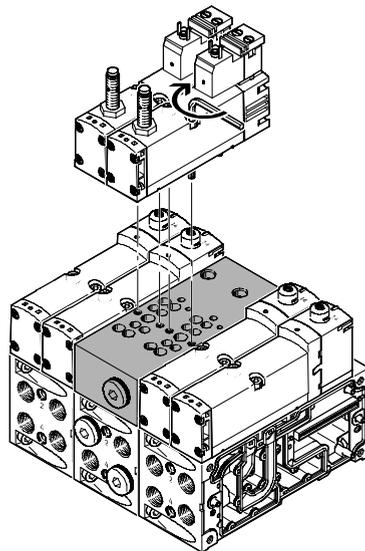

Bild 14: Befestigung der Magnetventile auf dem Steuerblock
5. Platzieren Sie das Magnetventil auf dem Steuerblock (siehe Bild 14) und drehen Sie die beiden Befestigungsschrauben mit einem Innensechskantschlüssel SW3 fest. Halten Sie das zulässige Drehmoment $2 \text{ Nm} \pm 10 \%$ ein.